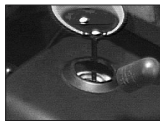

Bild 8
- Giessen Sie einen Teelöffel von 2-Taktermotoröl in die Feuerungskammer (Bild 8). Ziehen Sie einige male vorsichtig die Anlasserleine langsam heraus, um die inneren Bauteile zu benetzen. Ersetzen Sie die Zündkerzen.